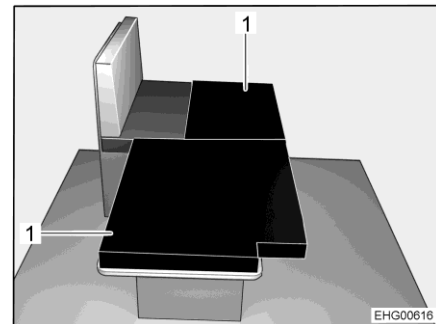

Bild 38 Nach dem Umbau
- Die beiden Zusatzpolster (Bild 38,1) wie abgebildet auf den abgesenkten Tisch legen.